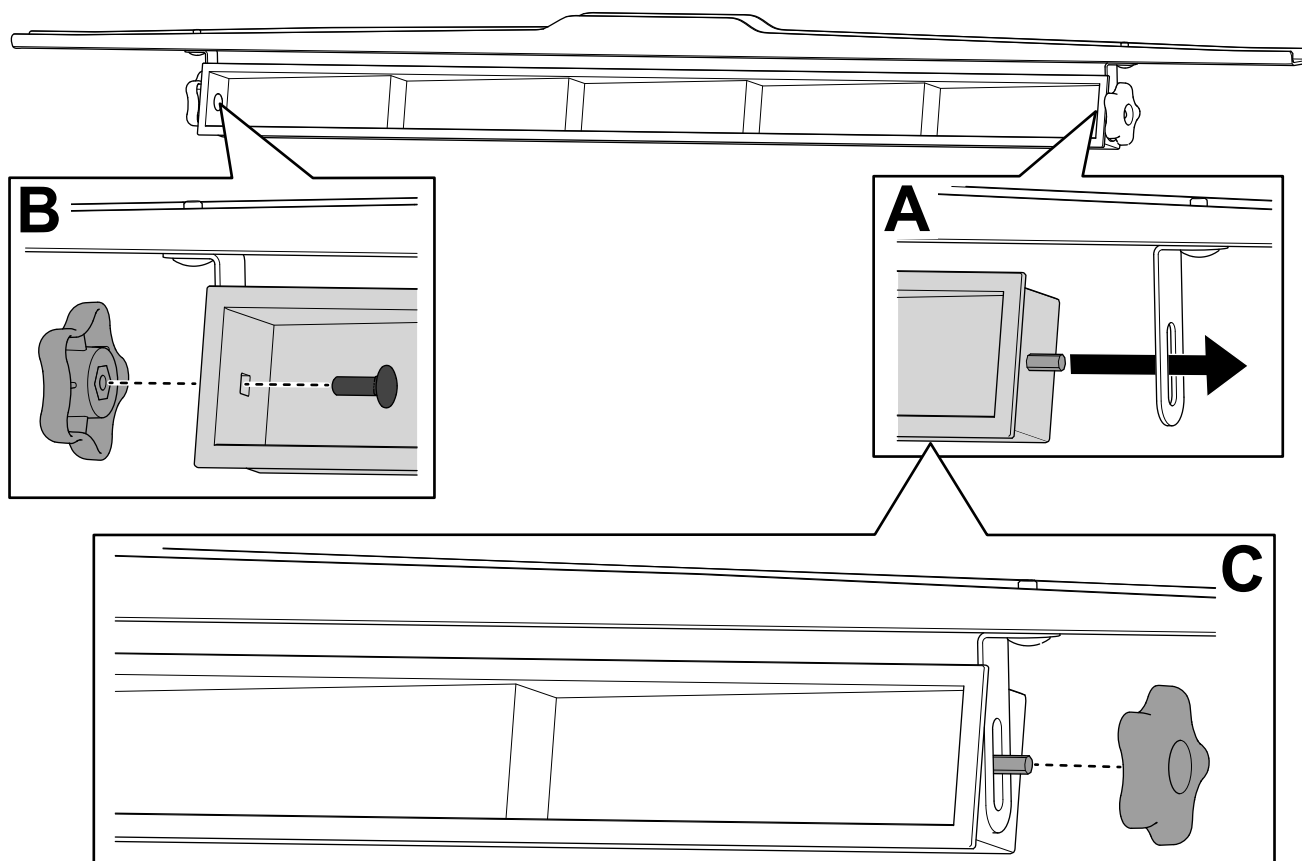

Figura 6
1. Deslize o espelho até ao suporte de espelho (A da Figura 6).
2. Fixe o lado esquerdo do espelho de grande ângulo ao suporte de espelho utilizando um parafuso de carroçaria ($\frac{1}{4} \times \frac{3}{4}$ pol.) e um manípulo da pega (B de Figura 6).
3. Fixe o lado direito do espelho de grande ângulo utilizando um manípulo da pega (C da Figura 6).